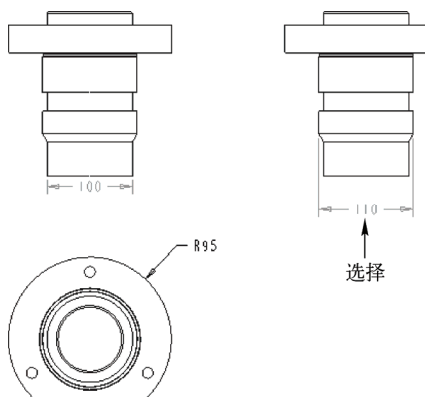

图 14-86 选择尺寸数值
STEP 02 在功能区选项板中切换至“注释”选项卡, 按住〈Ctrl〉键的同时, 在绘图区中选择尺寸数值“100”和“110”, 尺寸将加亮显示, 如图 14-86 所示。